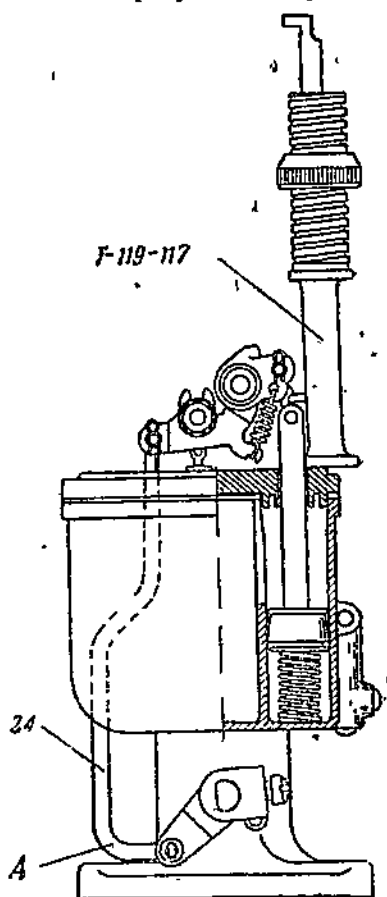

Рис. 48. Регулировка хода поршня ускорительного насоса
Для регулировки хода поршня насоса необходимо применять специальный шаблон Т-119-117 (рис. 48) из комплекта запасных частей карбюратора.
2. Установить шаблон на крышке поплавковой камеры (см. рис. 48) и, открыв полностью дроссель, измерить высоту верхнего обреза стержня насоса над поверхностью крышки.
Плотно закрыть дроссель и повторить измерение. Разность показаний должна составлять $1\frac{1}{64}$ " (6,7 мм). Если ход поршня будет другим, изогнуть соединительный стержень 24 в точке А (см. рис. 48).